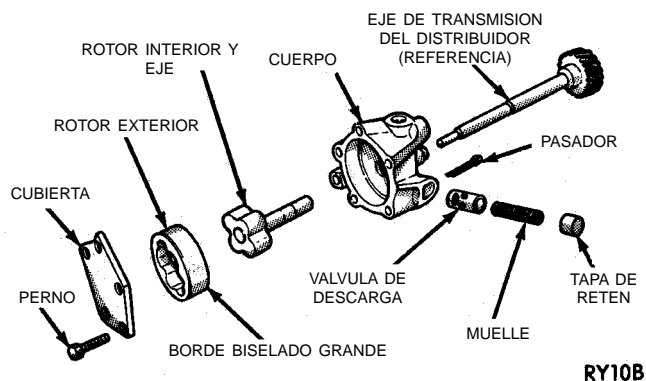

Fig. 58 Bomba de aceite
(2) Retire la cubierta de la bomba de aceite (Fig. 58).
(3) Retire el rotor externo de la bomba y el rotor interno con el eje (Fig. 58).
(4) Lave todas las piezas con un disolvente apropiado e inspeccione cuidadosamente para determinar si presentan desperfectos o desgaste.